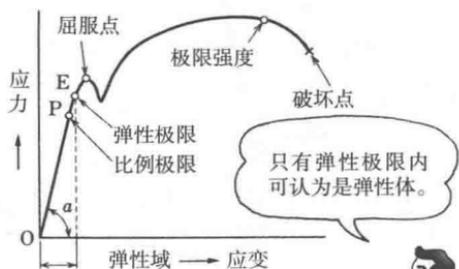

图 1.1 结构用钢材的应力 - 应变曲线
(1) 材料在施加外力后会变形，当除去外力后能够恢复原状的物理特性一般称为弹性，此时的变形称为弹性变形，具有这种性质的物体称为弹性体。
(2) 在比例极限内，应力与应变成正比。即弹性材料的应力与应变的比为定值，这种特点称为虎克定律。
(3) 物体在外力（拉力、压力）作用下，构件内部的任意截面上会产生与外力平衡的反向力，相对于外力，将这种力称为应力。
(4) 结构用钢材，在小变形范围内（弹性极限内），可认为是弹性体材料。
(5) 结构用钢材的应力 - 应变曲线，如图 1.1 所示。
① $O \rightarrow P$ ：应力与应变沿直线变化。
② $P \rightarrow E$ ：慢慢变弯，如果在 E 点卸荷，材料将恢复原状，没有残余变形。
③ E 点之后：应变快速增加，卸荷后，材料无法恢复原状，出现残余变形。